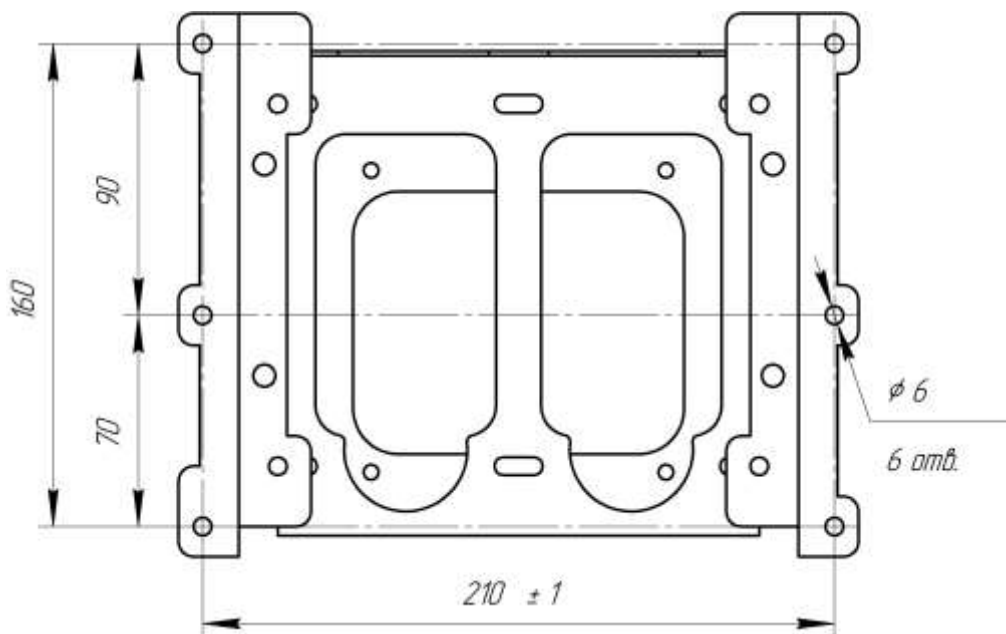

Рисунок 3. Кронштейн закрепления монитора. Присоединительные размеры
4.4.1 Монитор СВН устанавливается на кронштейн (см. рисунок 3), входящий в комплект поставки.
4.4.2 Установить часть кронштейна, предназначенную для закрепления на штатное место в вагоне, используя крепежные элементы Ø5мм. Для обеспечения монтажного размера (см. рис.3), необходимо кронштейн установить так, что бы расстояние от верхней поверхности кронштейна до горизонтального препятствия было не менее 160 мм.